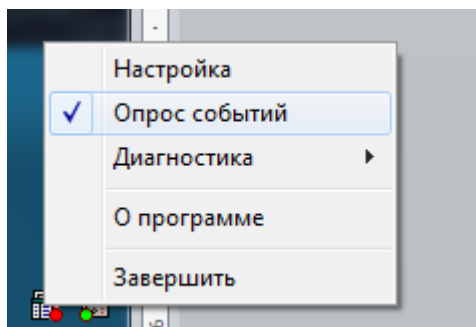

Рисунок 2.117
– запустить программу **Сервер архивирования данных** из пакета Foundation и загрузить необходимые события в базу данных путем выбора команды **Опрос событий** (рисунок 2.117);